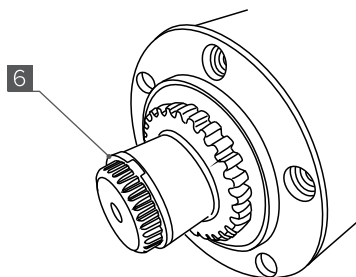

Рис. 4
3. Съемником стопорных колец снимите кольцо [6] со шруса и достаньте привод [1] из цапфы [2]. (рис.4)